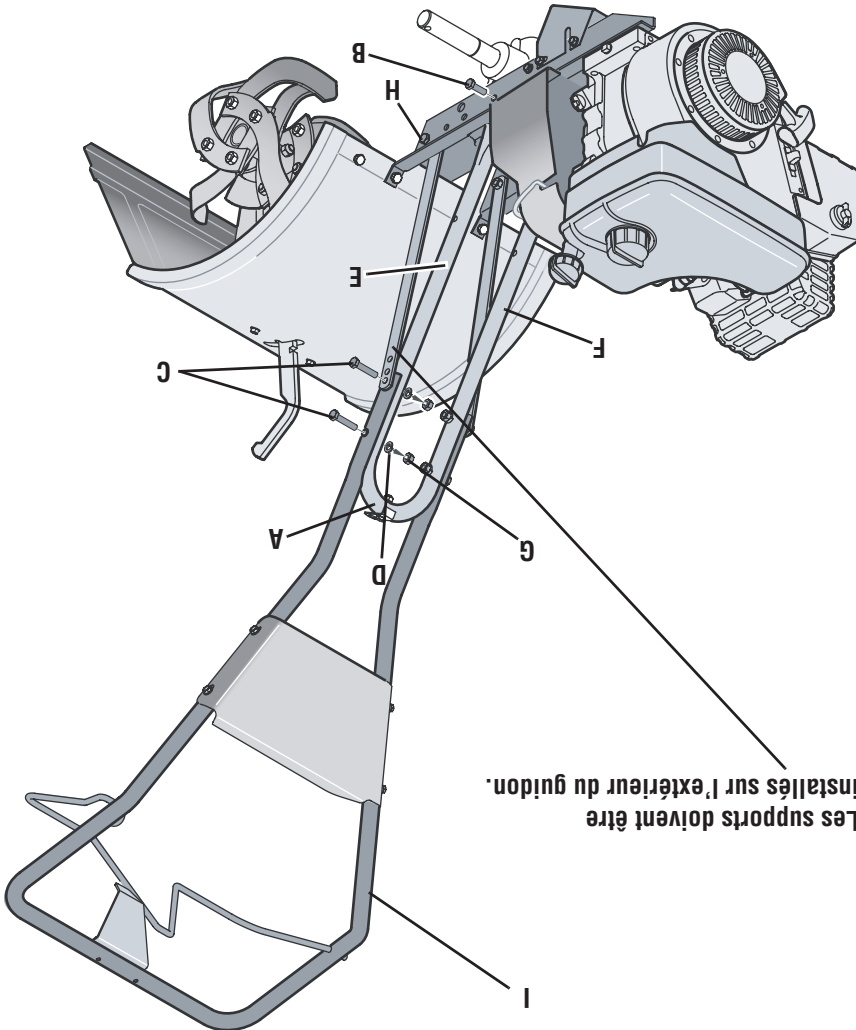

Fig. 2.2: Installation du guidon
2. Utilisez deux vis de 5/16 po – 18 x 1 1/2 po (C), deux rondelles-trein fendues de 5/16 po (D) et deux écrous à six pans de 5/16 po – 18 (G) pour attacher le support du guidon (A) dans les trous supérieurs sans le serrer. Puis serrez les deux vis à fond.
3. Trois trous de réglage de la hauteur sont prévus dans les deux supports du guidon (E et F, Fig. 2-2). Choisissez le réglage qui positionne le guidon à la hauteur de votre taille quand les dents sont entfoncées à une profondeur de 3 à 4 po dans le sol. Attachez, sans les serrer, les supports sur l'extérieur du guidon (I) avec deux vis de 5/16 po – 18 x 1 1/2 po (G), deux rondelles-trein fendues de 5/16 po (D) et deux écrous à six pans de 5/16 po – 18 (G). REMARQUE : Si un support ne bouge pas, desserrez la vis (H) et l'écrou.
| 1 | Support du guidon (voir A, Fig. 2-2) |
| 1 | Guidon (voir K, Fig. 2-2) |
1. Attachez, sans les serrer, les pattes du support du guidon (A, Fig. 2-2) sur les côtés intérieurs du cadre du motoculteur avec deux vis à tête hex. de 3/8 po – 16 x 3/4 po (B), deux rondelles plates de 3/8 po et deux contre-écrous à six pans de 3/8 po – 16.